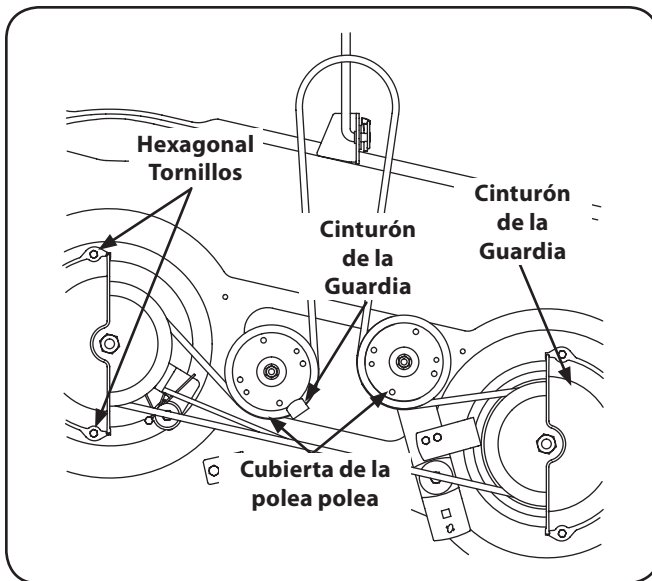

Figure 7-8
2. Quite a los protectores de la correa quitando los tornillos del maleficio que los sujetan a la cubierta. Vea Figure 7-8.